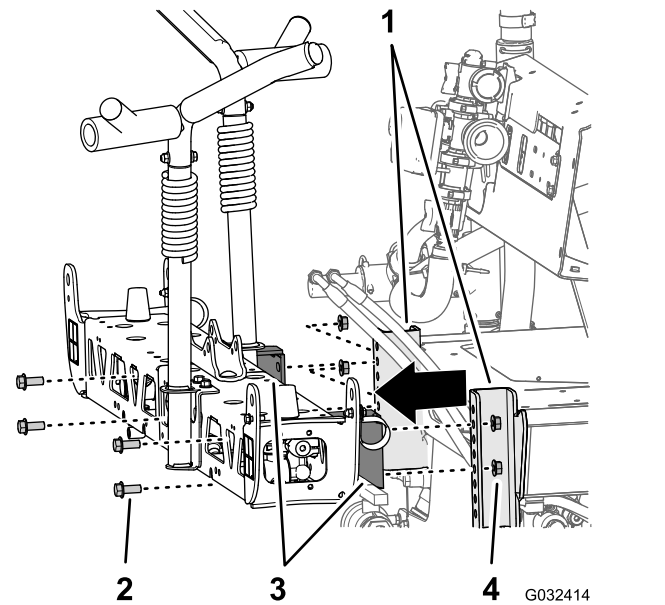

図 69
4. センターブーム用サポートブラケットを機体フレームの取り付け用チャンネル部材に固定しているフランジヘッドボルト1/2 x 1-1/4インチとフランジロックナット1/2インチ4個とを外して、センターブームを機体から外す 図 69。